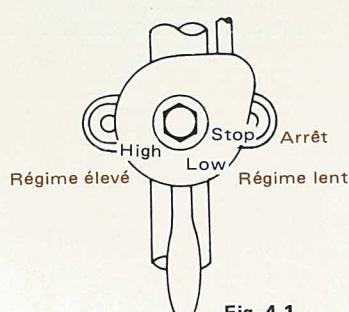

Fig. 4-1
- (1) Disengage the main clutch.
- (2) Insert the start handle into the start shaft.
- (3) Pull the decompr. lever and turn the handle in 4-5 rounds clockwise so that oil reaches to the metal parts.
- (4) Set the throttle lever between LOW and HIGH. (See Fig. 4-1).
- (5) Pull the decompr. lever and turn the handle. Then confirm hearing fuel injection (sizzling sound). If no sound is heard, make air extraction.
- (6) Upon confirming the fuel injection, turn the handle vigorously to allow turning by momentum. Then release the decompr. lever and give the handle further 2-3 turnings.
- (1) Libérer l'embrayage principal.
- (2) Insérer la poignée de mise en marche dans l'arbre.
- (3) Tirer le levier de décompression et tourner 4 ou 5 fois la poignée dans le sens des aiguilles pour que l'huile arrive bien aux pièces métalliques.
- (4) Placer le levier de papillon entre les positions LOW et HIGH (Voir Fig. 4-1)
- (5) Tirer le levier de décompression et tourner la poignée. S'assurer que l'on entend l'injection du carburant (son sifflant). Si aucun son n'est audible, effectuer la purge d'air.
- (6) Après s'être assuré de l'injection de carburant, tourner vigoureusement la poignée, relâcher alors le levier de décompression et faire tourner la poignée de 2 ou 3 tours supplémentaires.